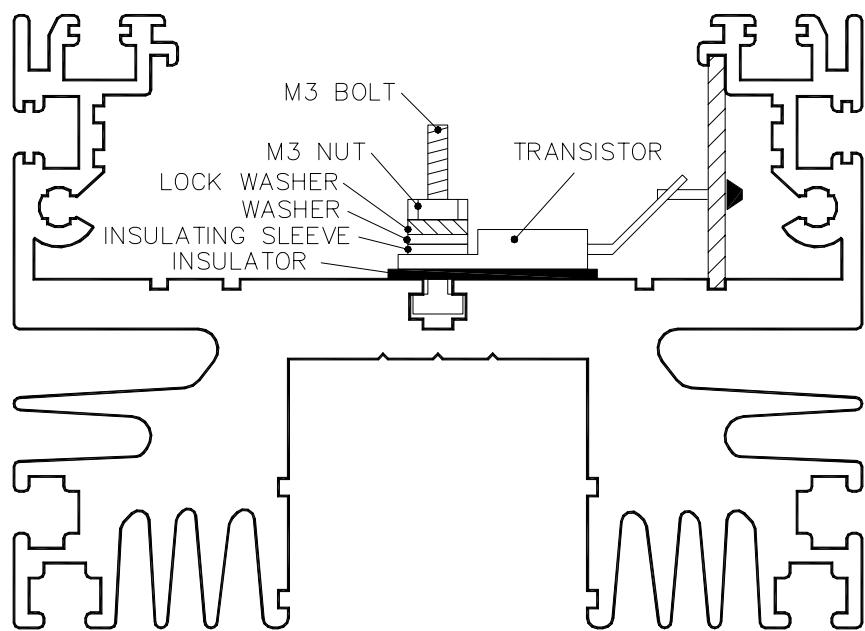

FIG. 3.3
- Setzen Sie die Transistoren zunächst mit einem Isolierring, Schließring und Sicherungsscheibe und schließlich mit einer M3 Mutter fest (siehe Abb. 3.3).